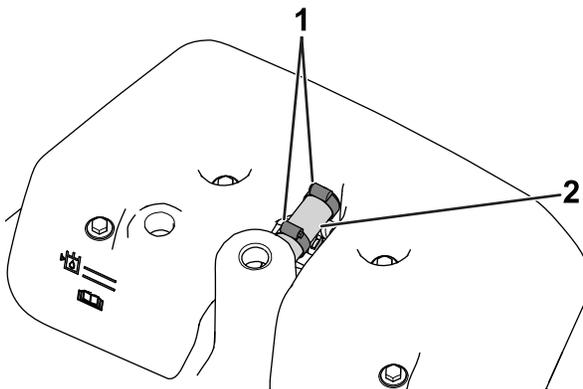

Bild 3
- Lösen Sie die Schneckengewindeklappen und nehmen Sie den Überlaufschlauch ab, wenn Ihre Maschine einen Überlaufschlauch hat (**Bild 3**).
15. Befestigen Sie den Überlaufschlauch mit zwei Schneckengewindeklemmen am Ölleck-Warnsystembehälter und am Hydraulikbehälter (Bild 3).